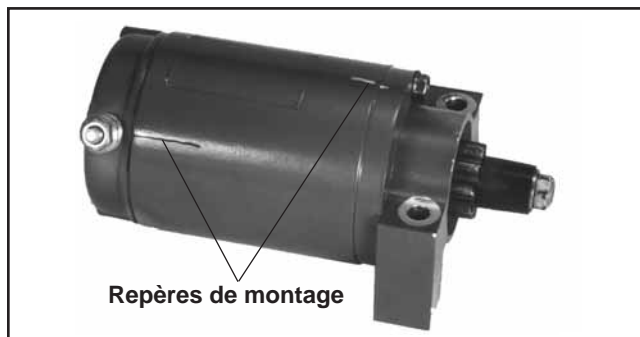

Figure 8-17. Marques de montage du démarreur.
2. Repérer la petite ligne élevée sur le bord du capuchon de l'extrémité d'entraînement. Sur les démarreurs avec capuchons d'extrémité du commutateur de type « A », elle doit être alignée sur une ligne marquée sur le châssis du démarreur. Le châssis des démarreurs avec capuchons d'extrémité de type « B » ne comportent pas de ligne. Appliquer un morceau de ruban adhésif sur le châssis et tracer une ligne sur le ruban au même niveau que la ligne élevée du capuchon d'extrémité. Voir la figure 8-17.
3. Installer le capuchon d'extrémité de l'entraînement sur l'arbre d'entraînement. Vérifier que les marques sur le capuchon d'extrémité et sur le châssis du démarreur sont bien alignées. Voir la figure 8-17.